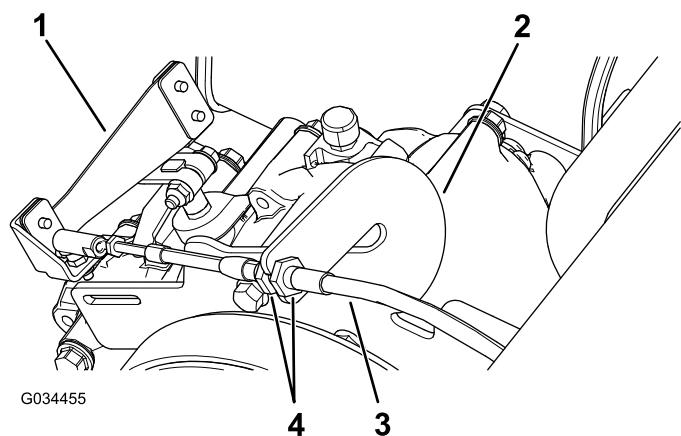

Figura 59
1. Afloje las contratueras del cable del cambio de marchas y ajústelas según sea necesario (Figura 59).
- Compruebe la posición del cambio de marchas girando el selector de marchas a las 3 posiciones diferentes y compruebe si la palanca de cambios (Figura 59) se desplaza correctamente al cambiar de marcha; consulte Palanca de cambios e indicador del cambio de marchas (página 13).